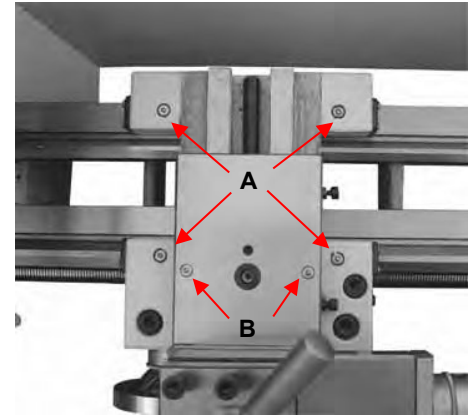

Fig. 36
2. Allentare la vite zigrinata (B, Fig. 36) e aprire le dita di scorrimento (C, Fig. 31) fino a quando l'appoggio può essere spostato intorno al pezzo con le dita. Fissare la base di appoggio in posizione.
Lubrificare i quattro raccordi dell'olio (A, Fig. 36) una volta al giorno con olio per macchine 20W.
Lubrificare i due raccordi dell'olio (B, Fig. 36) una volta al giorno con olio per macchine 20W.